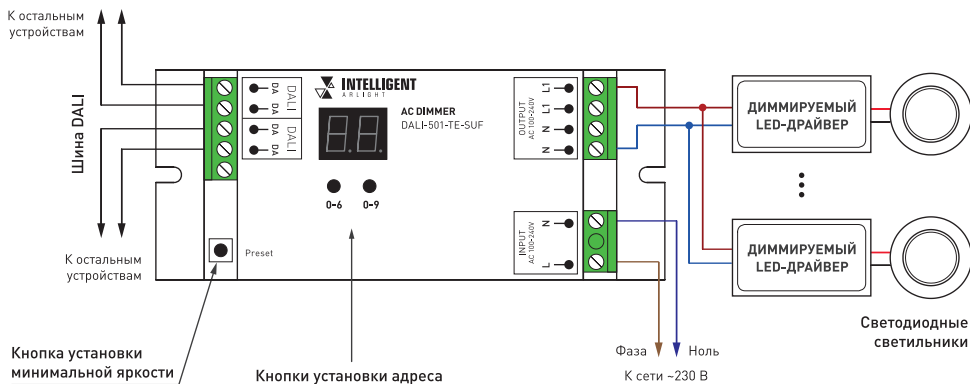

Рисунок 1. Схема подключения диммера, органы управления и индикации.
- 3.3. Подключите диммируемый источник света с напряжением ~230В к выходу AC OUTPUT диммера (см. Рисунок 1).
- 3.8. Установите адрес диммера. Адрес может быть назначен по шине при помощи мастер-контроллера DALI (см. инструкцию к мастер-контроллеру) или установлен кнопками на корпусе диммера (см. Рисунок 1).